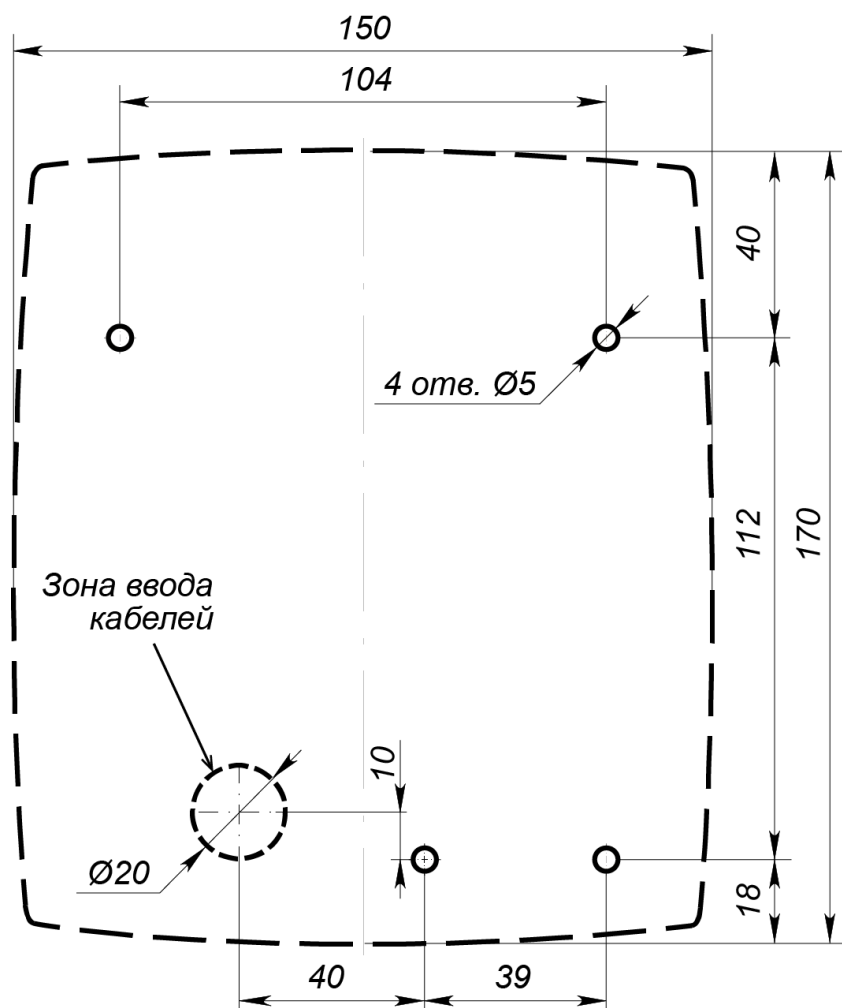

Рисунок 2. Разметка отверстий для установки терминала (пунктиром показаны габариты корпуса и место для отверстия под кабели)
3. Произведите разметку и разделку отверстий на установочной поверхности для крепления металлического основания и подводки кабелей (см. рис. 2).